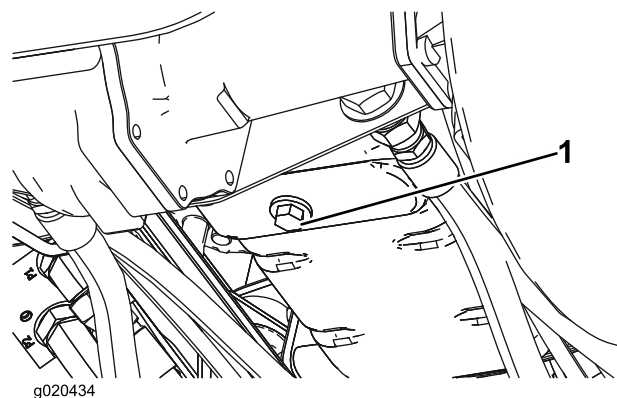

Figure 54
1. Retirez le bouchon de vidange (Figure 54) et laissez couler l'huile dans un bac de vidange. Remettez le bouchon quand la vidange est terminée.